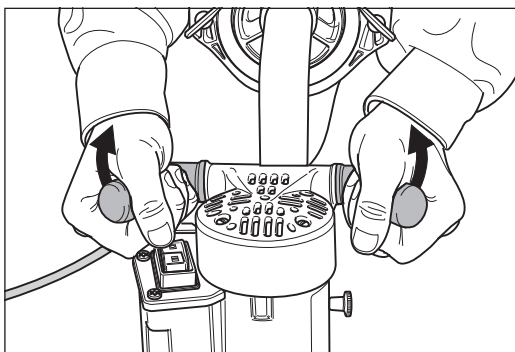

Abb. 9 Immer vor dem Einschalten und vor dem Ausschalten die Maschine etwas nach hinten kippen.
- **Immer vor dem Einschalten die Maschine etwas nach hinten kippen (Abb. 9), so dass die Schleifscheibe vom Boden abgehoben wird!**
- 1 **Kippen Sie die Maschine etwas nach hinten (Abb. 9)!**
Immer vor dem Ausschalten die Maschine etwas nach hinten kippen (Abb. 9), so dass die Schleifscheibe vom Boden abgehoben wird!
- 1 Kippen Sie die Maschine etwas nach hinten (Abb. 9)!**